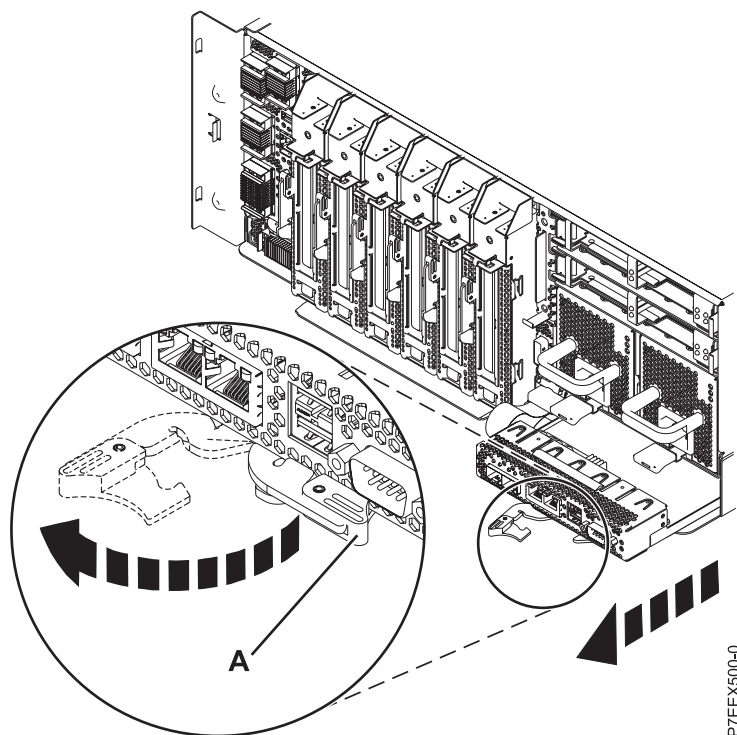

Figure 1. Retrait d'une carte multifonction intégrée pour le système 8412-EAD, 9117-MMC, 9117-MMD, 9179-MHC ou 9179-MHD
5. Repérez la carte multifonction intégrée que vous souhaitez retirer, comme illustré à la figure 1.